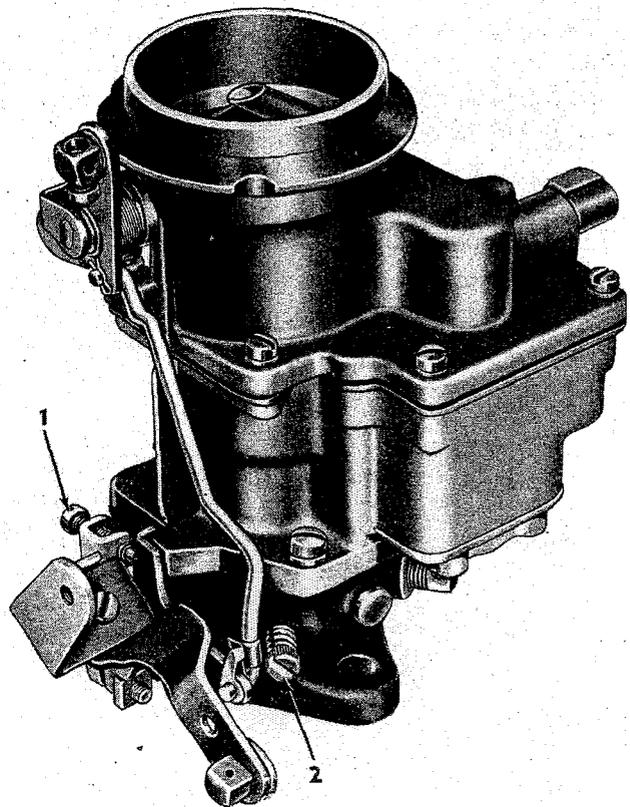

Fig. 13 Vergaser
10. Lasse den Motor an und bringe ihn auf seine Betriebstemperatur. Stelle den Leerlauf mittelst der Leerlaufschraube, Nr. 1 in Fig. 13, auf 600 t/min ein. Drehe dann an der Gemischregulierschraube, Nr. 2, bis ein ruhiger Leerlauf erreicht ist.